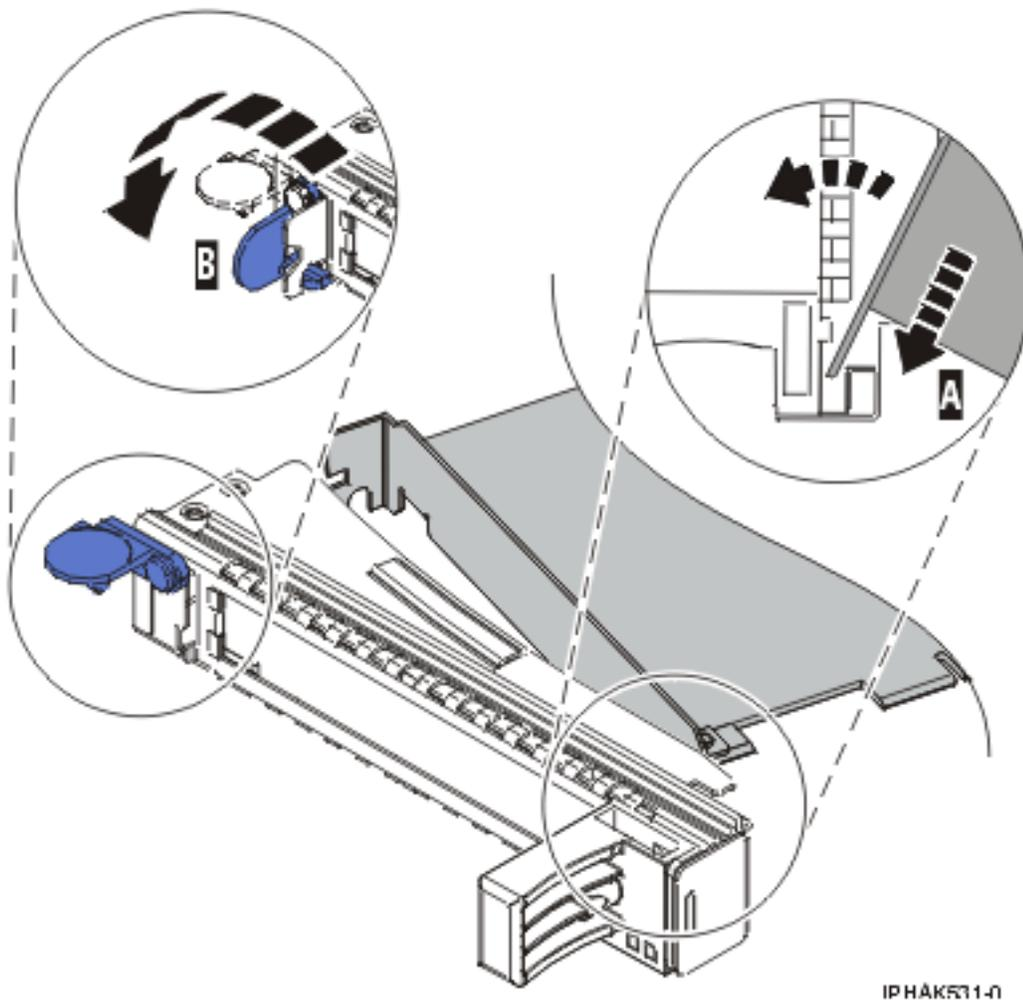

Figure 93. Retrait de l'adaptateur de la cassette d'adaptateurs PCI simple largeur
- a. Placez le levier de blocage de contre-poupée en position ouverte, insérez fermement la carte dans le bloc de retenue (A). Pour plus d'informations, voir figure 93, à la page 204.
- c. Fermez le levier de blocage de contre-poupée (B). Pour plus d'informations, voir figure 93, à la page 204.